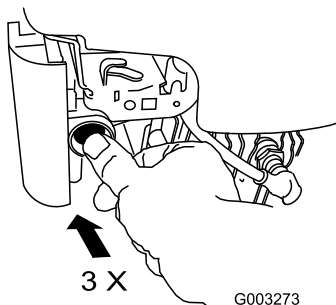

Figura 21
2. Apriete el cebador 3 veces con el dedo pulgar, presionando con fuerza, y manteniendo la presión durante un segundo antes de soltarlo (Figura 21).